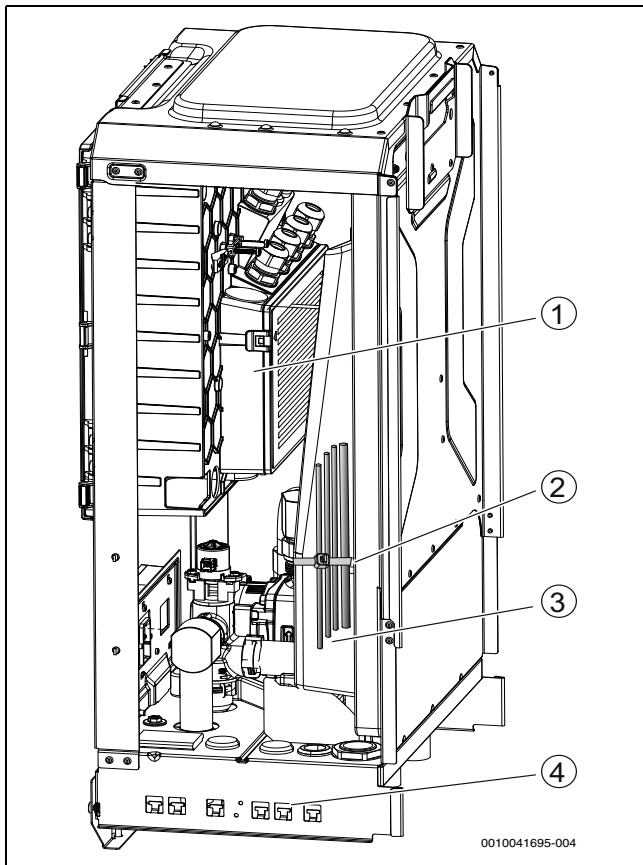

Bild 25 Kabelführung
- Kabel mit Kabelbindern an den Befestigungspunkten befestigen (→Abbildung 25 [6]). Darauf achten, die Kabel nicht über Kreuz zu verlegen.
- Kabel in der Inneneinheit verlegen und befestigen (→Abbildung 25).